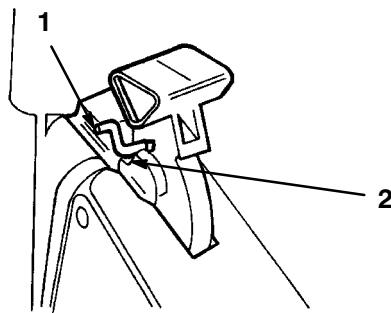

Figure 41
5. Ramener la poignée du volet vers l'arrière pour accrocher la tige de verrouillage de la poignée sur les crans du sac (Fig. 41).
Remarque : Pour plus de clarté, la protection n'est pas représentée à la Figure 41.